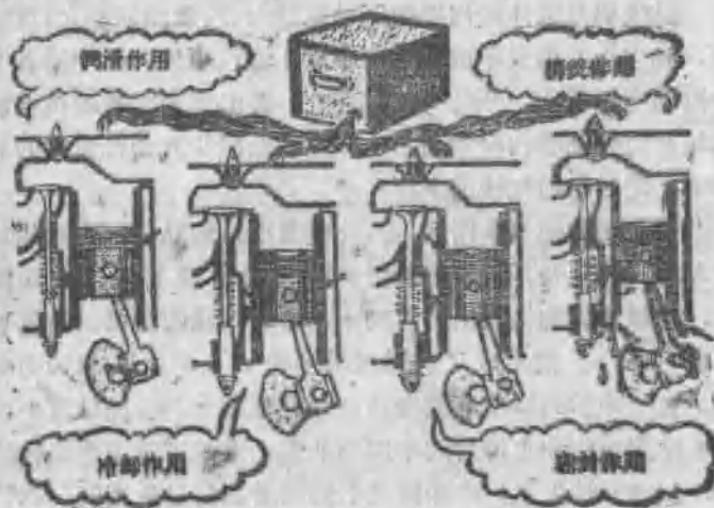

图 1 润滑油在内燃机中的作用
1.从潤滑油的作用來分析。潤滑油在內黏机上起到下列四个作用（图1）。